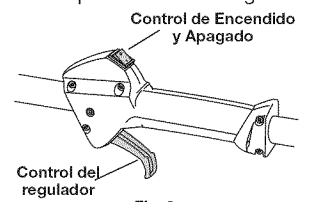

Fig. 8
NOTA: No hay necesidad de arrancar la unidad. El control de Encendido/Apagado está en la posición ENCENDIDO (1) en todo momento (Fig. 8).
- Presione y mantenga oprimido el interruptor de control de Encendido y Apagado en la posición APAGADO (O) hasta que el motor se detenga por completo (Fig. 8).
NOTA: No hay necesidad de arrancar la unidad. El control de Encendido/ Apagado está en la posición ENCENDIDO (I) en todo momento (Fig. 8).
- Agáchese en la posición de arranque (Fig. 8). No oprima el regulador. Coloque el enchufe el arrancador eléctrico con enchufe o el Power Bit Start en la parte trasera de la unidad. Consulte la sección Operación del manual del operador del arrancador eléctrico con enchufe o del Power Bit Start.
- Oprima y mantenga oprimido el botón ON (I) del arrancador eléctrico con enchufe o del Power Bit Start equipado con taladro a intervalos no mayores de 4 segundos hasta que la unidad arranque.
- Espere y deje que la unidad funcione en marcha en vacío por unos 5 a 10 segundos. Si la unidad deja de funcionar durante este tiempo, apriete el control del regulador y, después, oprima y sostenga el botón ENCENDIDO (ON) (I) del arrancador eléctrico con enchufe o del Power Bit Start equipado con taladro a intervalos no mayores de 4 segundos hasta que la unidad arranque.